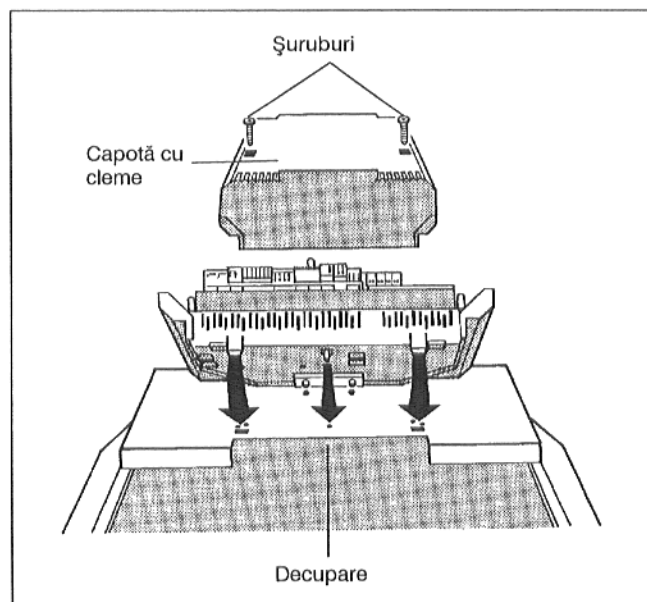

Fig. 13: Se deschide și se așează sistemul de reglare 2000
- Se deșurubează ambele șuruburi ale capotei de acoperire cu cleme a aparatului de reglare. Se demontează capota de acoperire cu cleme (Fig. 13 respectiv 14).
Tuburile capilare ale senzorului de temperatură, și, în cazul reglajului "ecomatic", se fixează conducta sesizorului de temperatură a apei din cazan, în decupajul din capota din față a cazanului (Fig. 13 respectiv 14).
- Se trage aparatul de reglare în față și apoi se apasă, până când cele două cârlige elastice se prind în orificiile din spate (Fig. 13 respectiv 14).